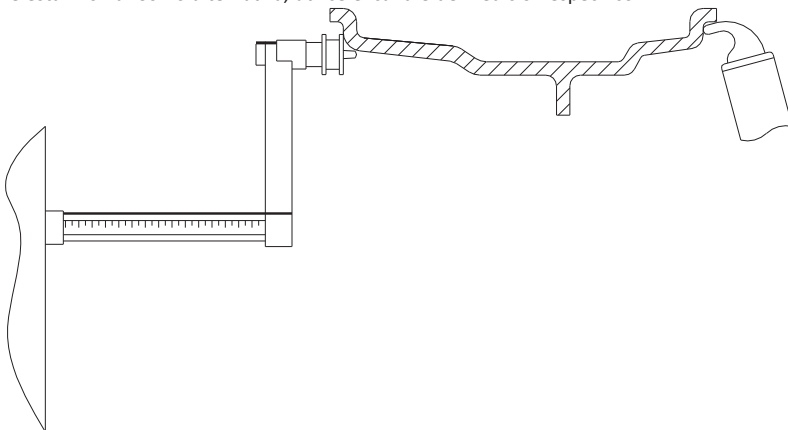

Figura F3.6 - Adquisición automática de datos en programas STD, ALU1,2,3,4,5
2. Extraiga el sensor de Distancia/Diámetro y colóquelo en la llanta, tal como se muestra en la figura F3.6.